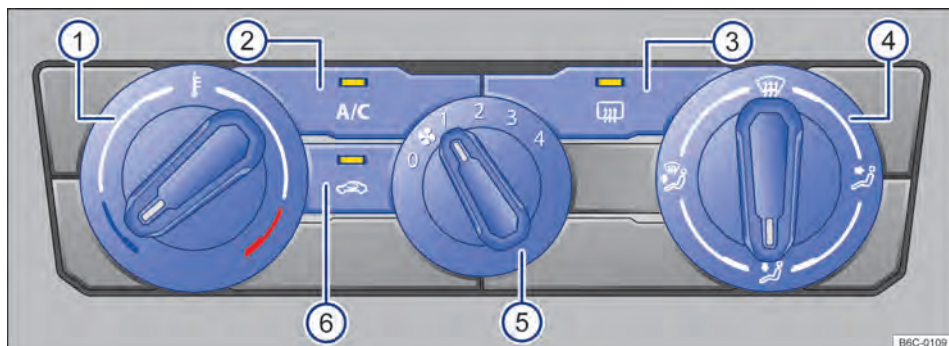

Fig. 82 Mandos del aire acondicionado.
- **Aire acondicionado:** girar el regulador del ventilador al nivel **0** → fig. 82 (5).
- **Aire acondicionado:** presionar la tecla **A/C** → fig. 82 (2) para conectar y desconectar el funcionamiento de la refrigeración.
- *Aire acondicionado*: girar el regulador rotativo izquierdo → fig. 82 ①.
- *Aire acondicionado*: girar el regulador del ventilador → fig. 82 ⑤.
- *Aire acondicionado*: presionar la tecla  → fig. 82 ⑥.
- *Aire acondicionado*: girar el regulador de la derecha → fig. 82 ④ a la posición deseada.
- *Aire acondicionado*: girar el regulador derecho a la ubicación  → fig. 82 ④.
- *Aire acondicionado*: presionar la tecla  → fig. 82 ③.